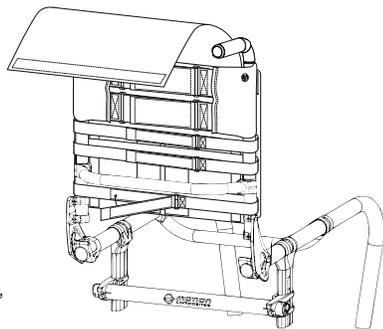

Fig. 14
- Installate di nuovo la vite (1) direttamente sul morsetto del telaio (3) (Fig. 14).
- Stringere la vite (1) finché questa non sia fissata in modo appropriato.